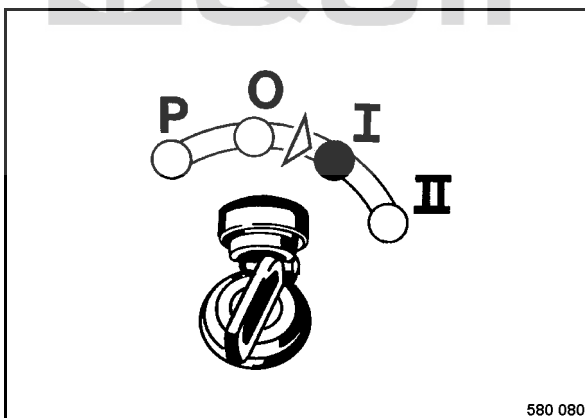

fig. 37
- Tourner la clé de contact (fig. 37) sur position "I".